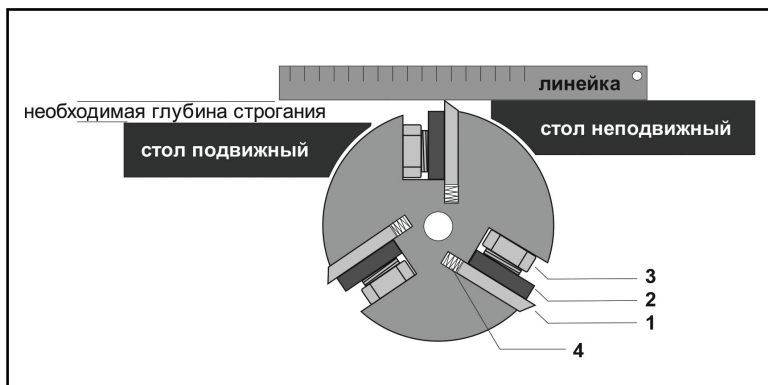

рис. 9
9.3 Выставление ножей (рис. 9)